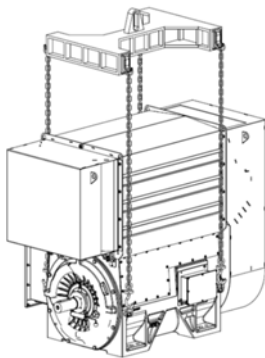

Figure 3.1: Manutention
1. Lever le moteur, comme indiqué sur la Figure 3.1, en utilisant les quatre anneaux de levage réservés à cet effet. Si nécessaire, enlever l'échangeur de chaleur pour lever le moteur;